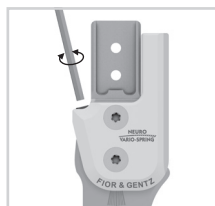

Fig. 16
Con la vite di regolazione nell'articolazione modulare la libertà di movimento può essere regolata fino ai 10° (fig. 16). Per fare questo, avvitare o svitare la vite di regolazione nell'articolazione modulare. Accertarsi che la regolazione di precisione non superi i 10°. In caso contrario la pressione superficiale tra la vite di regolazione e la staffa per piede modulare può diventare così elevata che la vite viene compressa e perde la sua funzione.
- 1 Svitare la vite di regolazione dalla filettatura (fig. 16).